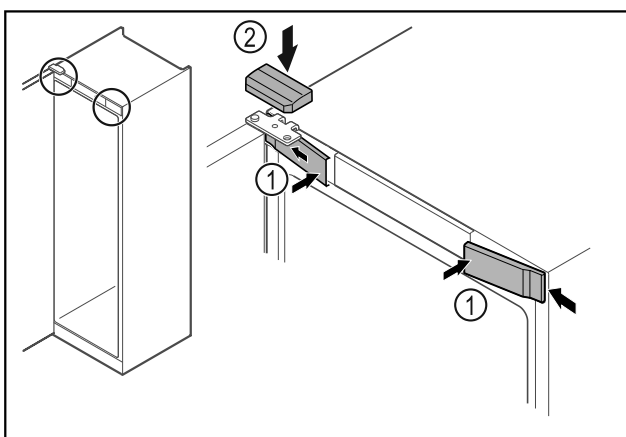

Fig. 47 *
- ▶ Enganchar las cubiertas delanteras Fig. 47 (1) lateralmente y encajarlas.*
- ▶ Encajar la cubierta superior Fig. 47 (2) desde arriba.*